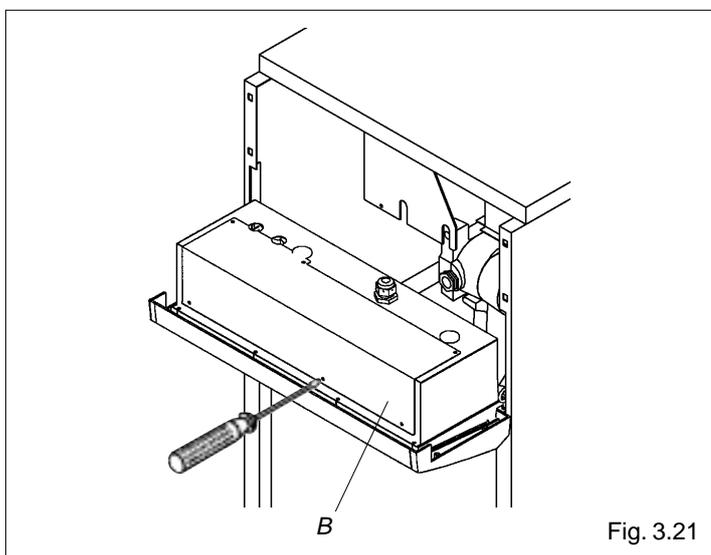

Fig. 3.21
- abrir el panel de mandos tras quitar los tornillos que sujetan la tapa del carenado (B) (fig. 3.21)